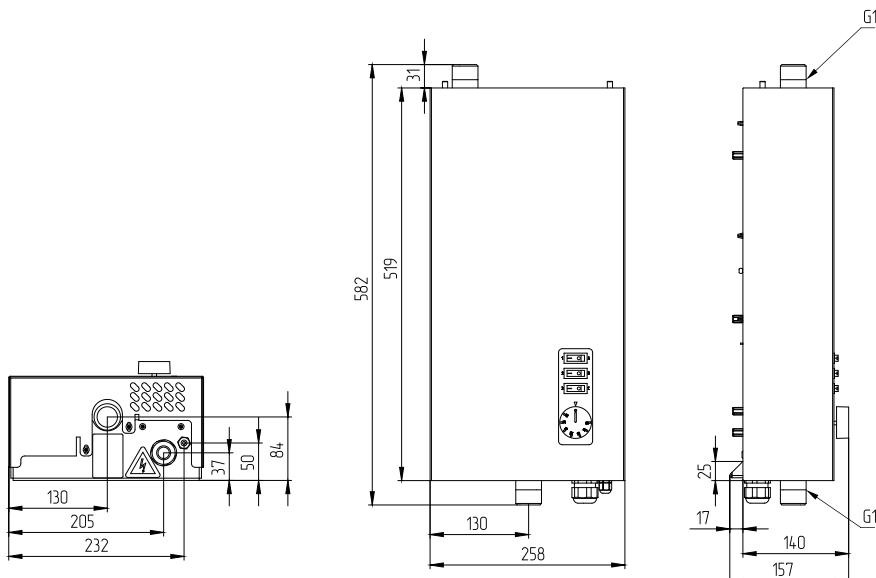

Рис.11 Габаритные размеры котлов GTM CLASSIC E100 3 - 6 кВт
- Подсоединить котел к системе отопления. Габаритные и присоединительные размеры котлов указаны на **Рис.11; 12; 13; 14; 15**;